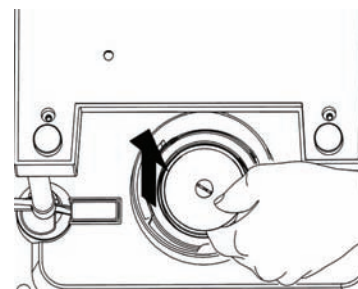

Рис. 13
- 18.8. Затворете капака на резервоара за вода (1), а след това монтирайте резервоара (1) и подноса за оттичане (9) заедно с решетката (8) обратно в експреса (Рис. 13).
18.25. Поставете експреса отново в работно положение и монтирайте подноса за оттичане (9) заедно с решетката (8) и резервоара за вода (1) в експреса (Рис. 13).